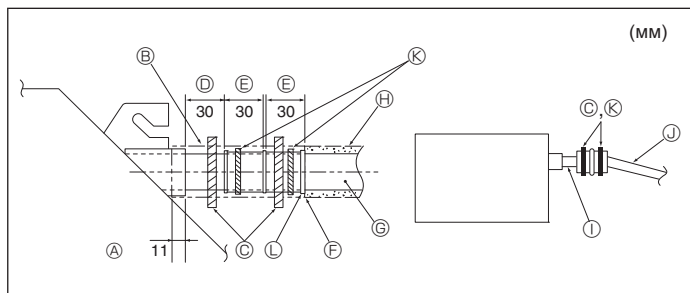

Fig. 6-2
1. Подсоедините соединительную муфту для дренажа (входит в комплект поставки прибора) к дренажному порту. (Fig. 6-2)